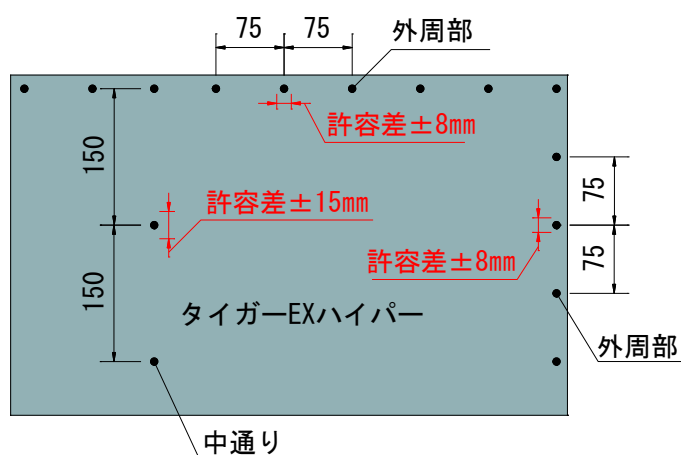

図2 マーキングからのずれの許容差について
- ・くぎ留め間隔は、外周部で 75mm（マーキングからのくぎのずれの許容差：±8mm）以下、中通りで 150mm（マーキングからのくぎのずれの許容差：±15mm）以下としてください（図 2 参照）。